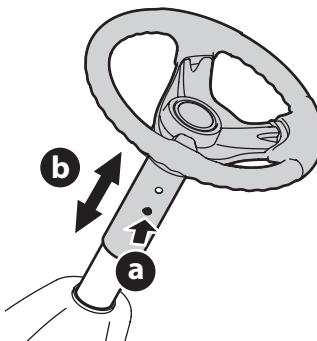

Figure 5
- Poussez sur le bouton (a) sur la colonne de direction et relevez ou abaissez le volant (b) à la hauteur désirée. Voir la Figure 5.